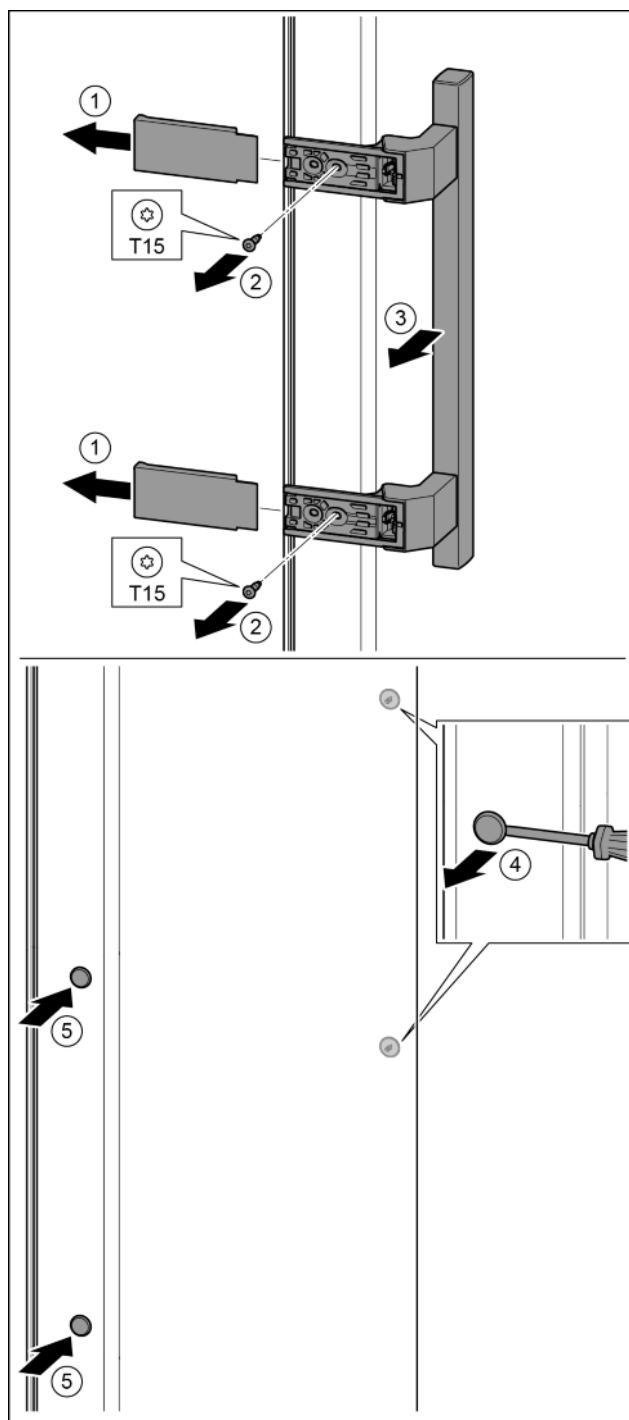

Fig. 15
- ▶ Extrageți capacul. Fig. 15 (1)
- ▶ Demontați șuruburile cu șurubelnița T15. Fig. 15 (2)
- ▶ Detașați mânerul. Fig. 15 (3)
- ▶ Ridicați cu precauție dopul lateral cu o șurubelniță plată și extrageți-l. Fig. 15 (4)
- ▶ Introduceți dopul pe partea opusă. Fig. 15 (5)